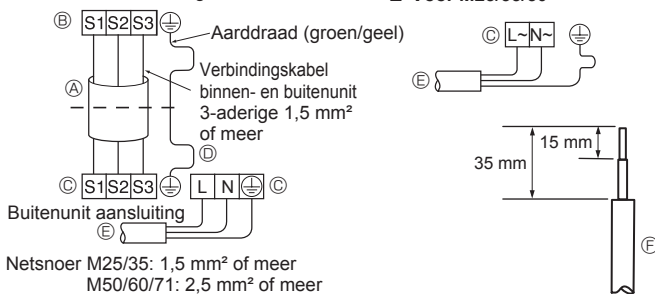
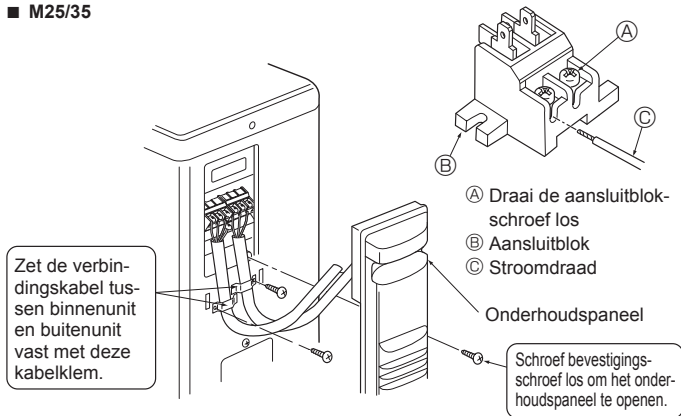
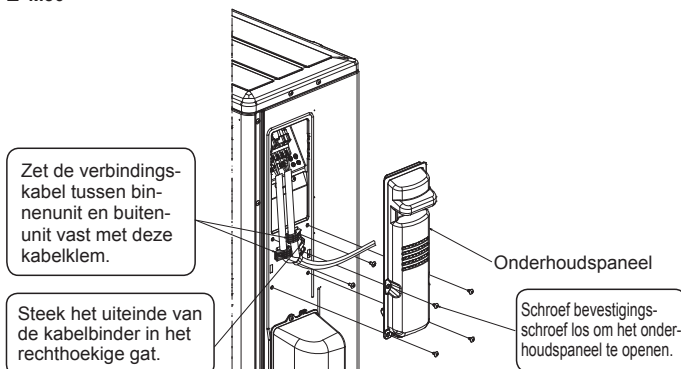

Fig. 6-2
Fig. 6-3
Fig. 6-4
### 6.1. Buitenunit (Fig. 6-1, Fig. 6-2, Fig. 6-3, Fig. 6-4)
- ① Verwijder het onderhoudspaneel.
- ② Sluit de kabels aan volgens Fig. 6-1, Fig. 6-2, Fig. 6-3 en Fig. 6-4.
- Leg de bedrading aan zoals aangegeven in het diagram links onderaan. (Schaf de kabel ter plaatse aan) (Fig. 6-2)